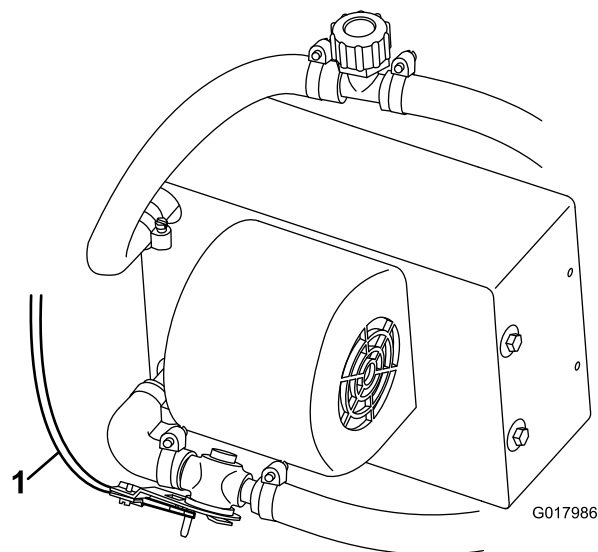

Рисунок 24
- Проложите и подсоедините трос управления обогревателем к клапану обогревателя (Рисунок 24).